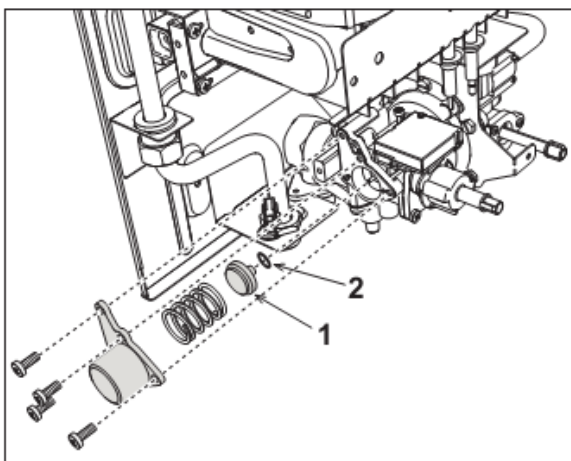

fig. 8
- Verwijder de veer en vervang de modulatiespoel (1 fig. 8) door een model dat geschikt is voor het nieuwe type gas. Controleer of de afdichting correct is geplaatst (2 fig. 8).